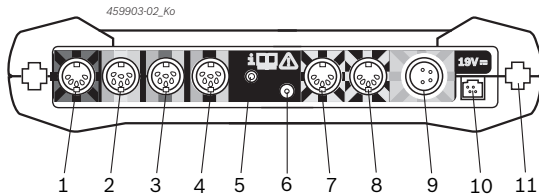

Fig. 2: Anschlussleiste FSA 500 (von unten)
ⓘ Anschluss siehe Fig. 2, Pos. 6.
5. Sensoren an den vorgesehenen Steckplätzen der Messeinheit anschließen (siehe Fig. 2).